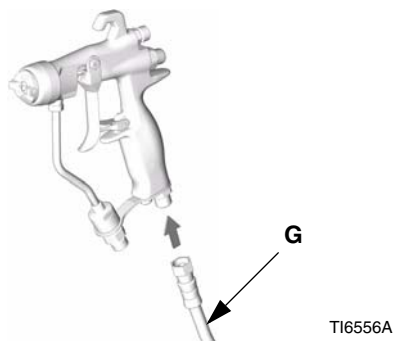

FIG. 2
5. Collegare il flessibile dell'aria (G) all'ingresso aria della pistola da 1/4 npsm. Vedere FIG. 2.